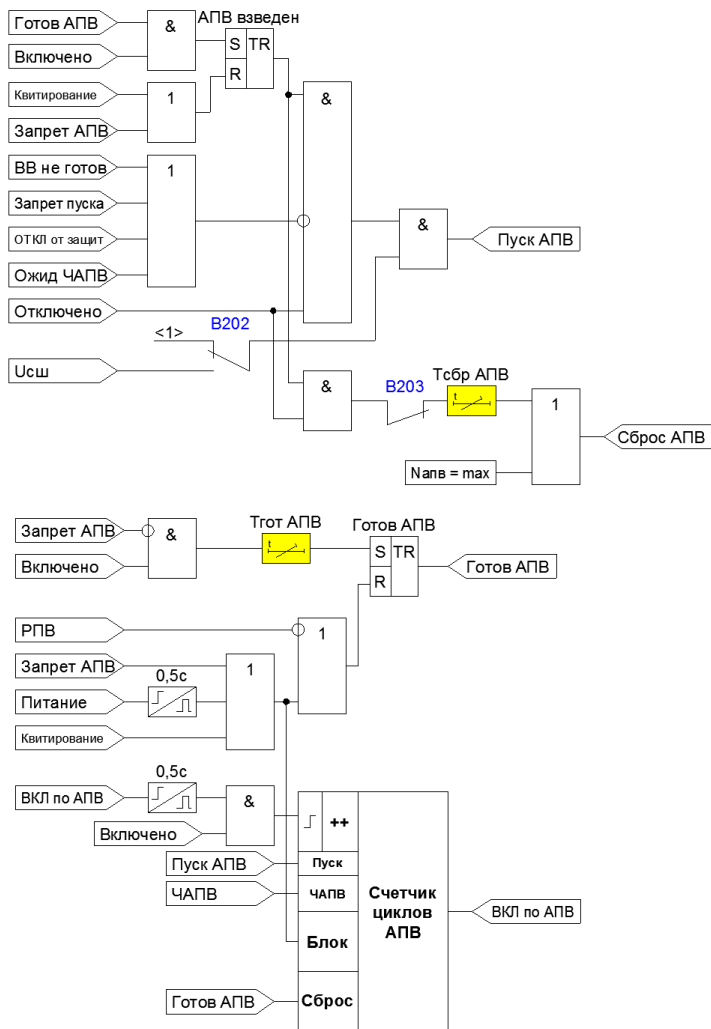

Рисунок 4.2.6 – Функциональная схема АПВ
- после включения ВВ набрана выдержка времени готовности, появился сигнал готовности и выключатель продолжает оставаться включенным (Рисунок 4.2.6);